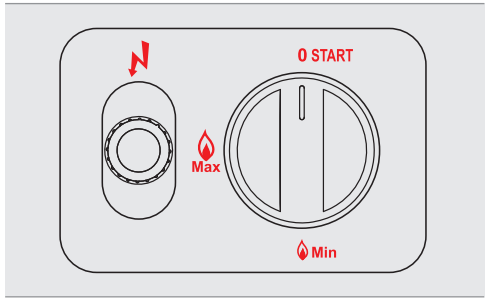

Abb. 5a: Bedienfeld (ohne Thermostat)
- ▶ Vergewissern Sie sich, dass der Drehknopf am Bedienfeld auf der Position **START** steht. Sollte dies nicht der Fall sein, drücken Sie den Drehknopf leicht nach unten und drehen Sie ihn auf die Position **START** (siehe Abb. 5a)
1. Drehen Sie hierzu den Piezozünder (siehe Abb. 5a oder 5b) entgegen des
Bei Geräten ohne Thermostat erfolgt die Temperatureinstellung ebenfalls über den Regler (siehe Abb. 5a), jedoch sind hier nur 2 Heizstufen (MIN / MAX) einstellbar.